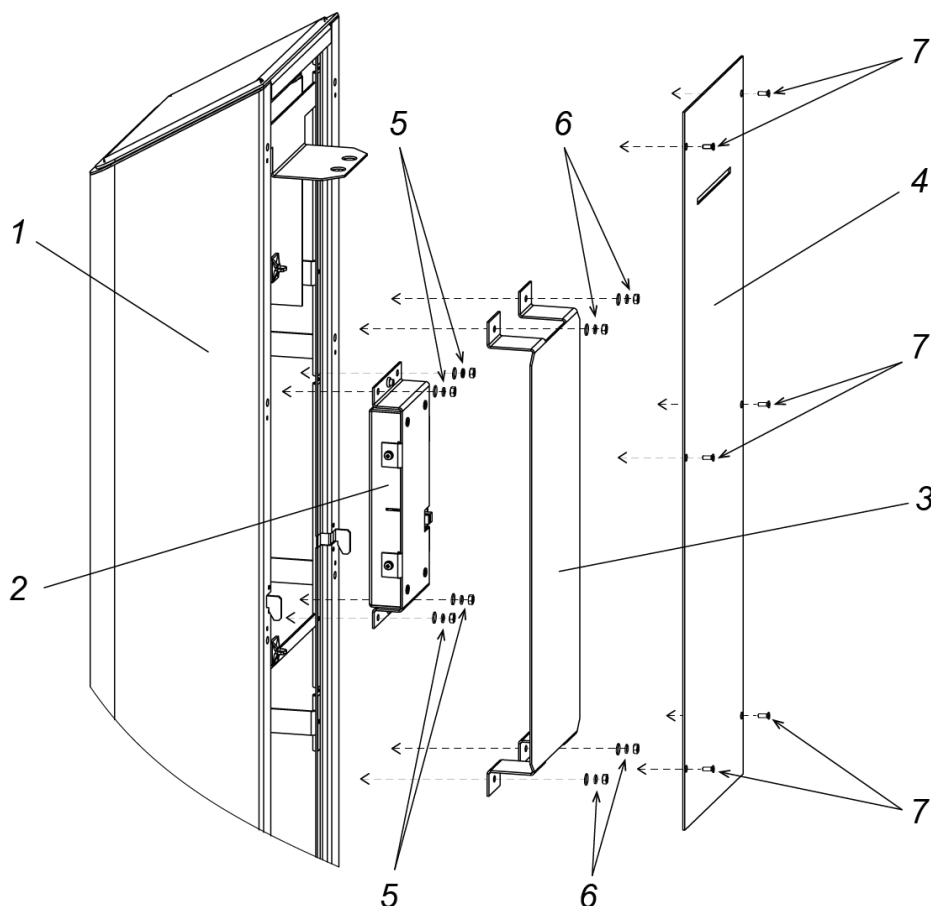

Рисунок 17. Блок постоянной индикации стандартного бокового модуля
- у стандартного бокового модуля (см. рис. 17):
- снимите пластину (4, рис. 17), для чего открутите 6 винтов (7, рис. 17),
- снимите кронштейн (3, рис. 17), для чего открутите 4 гайки с шайбами (6, рис. 17),
- снимите блок индикации (2, рис. 17), для чего открутите 4 гайки с шайбами (5, рис. 17).